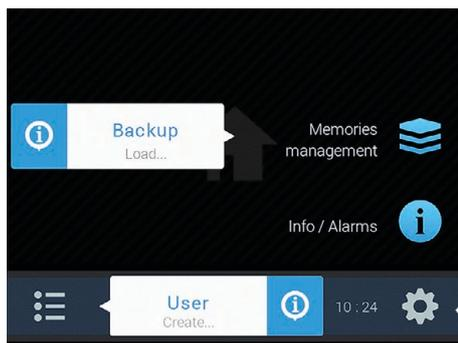

Fig. 26
Lors du premier allumage, après les vérifications de système, le moniteur accède directement à la page-écran « Home » (Fig. 26). Sélectionnez la langue du moniteur à utiliser.
- Depuis la page-écran « Home » (Fig. 26) appuyez sur **FB** pour accéder au menu **Paramètres** (Fig. 27).